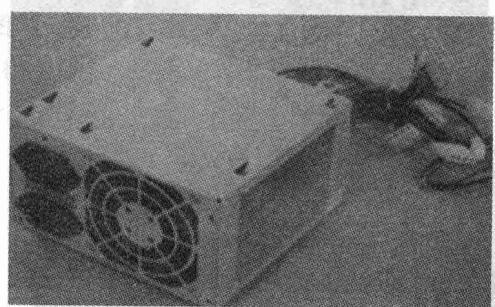

图 2-10
2. 注意观察电源插头的形状，它们的外形是进行了防呆设计的，只能向一个方向插入。如图 2-10 所示。